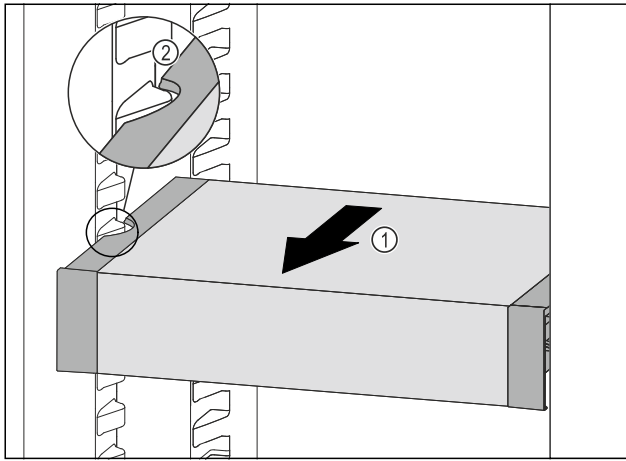

Fig. 135
- ▶ 向前拉动 VarioSafe Fig. 135 (1)，直至 VarioSafe 的侧部凹槽与冷藏区中的容器肋梁持平。 Fig. 135 (2)